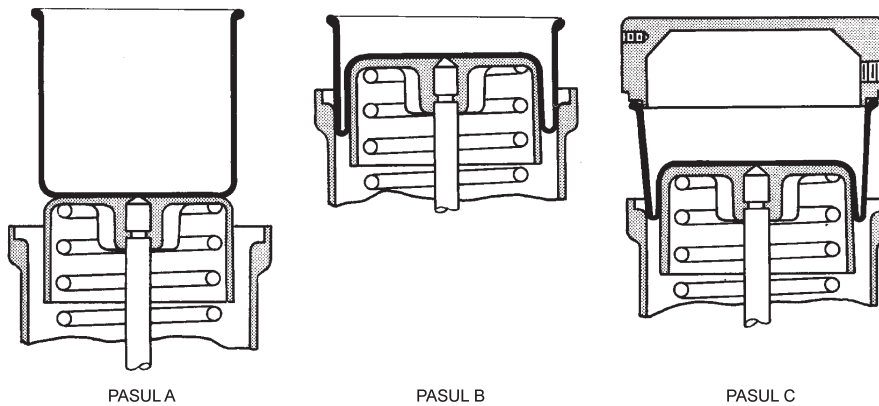

Figura 7 - Metoda 1
- I-1. Centrați și fixați membrana (40) pe partea superioară a pistonului (43) (consultați Figura 7 - Metoda 1, Pasul A).
- J-1. Rotiți membrana (40) în locașul de resort (38) până când gulerul membranei intră în canelura locașului de resort (consultați Figura 7 - Metoda 1, Pasul B).